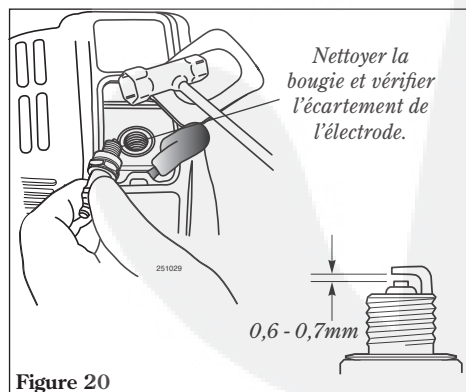

Figure 20
- Enlever et nettoyer la bougie. Voir Figure 20. Ajuster l'écartement de l'électrode de la bougie à 0,6 - 0,7mm. S'il est nécessaire de changer la bougie, utiliser uniquement une bougie NGK CMR5H ou équivalente.